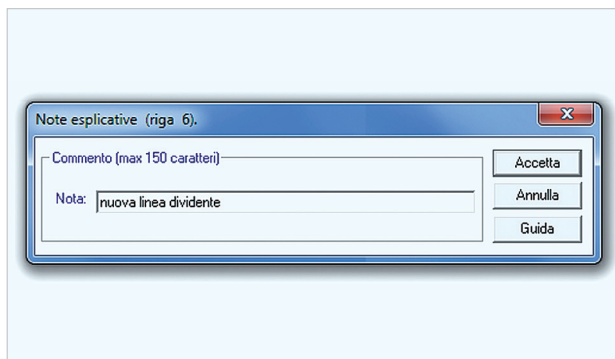

FIGURA 5
- Nel primo caso (► FIGURA 5) può essere usata in un qualunque punto del libretto (ma dopo le righe 0 e 9) per riportare eventuali **note di commento** (40 caratteri per riga al massimo). Queste non sono obbligatorie, tuttavia sono utili per documentare il significato di un gruppo di righe del libretto.